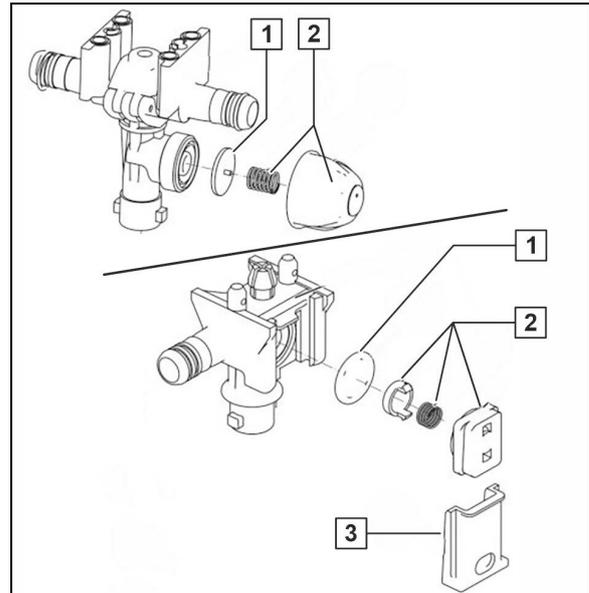

Fig. 159
13. Schlauch vom Drucksensor (1) lösen und so Drucksensor entwässern.
- Super-S-Gestänge: Entwässern Sie den Drucksensor (Fig. 159/1), indem Sie den Schlauch vom Drucksensor lösen.